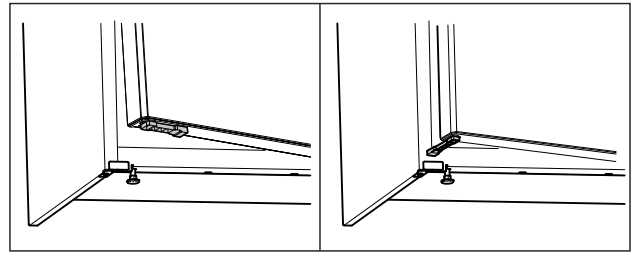

Fig. 59 \*
- ▶ Girar el limitador de apertura de puerta 90°. (consulte Fig. 59) \*